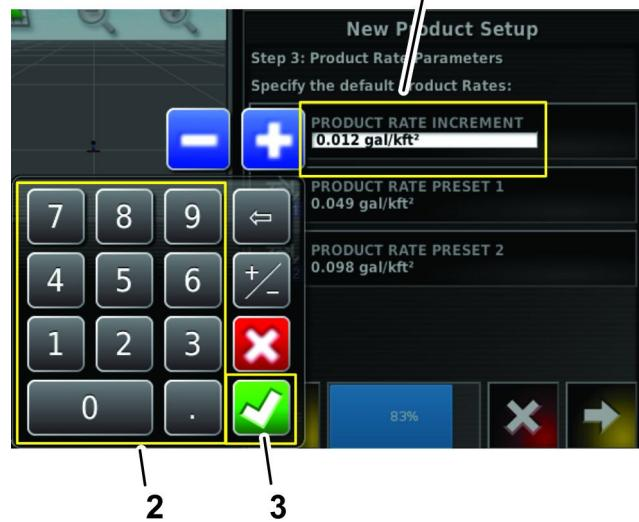

Figura 33
A. Utilize o teclado numérico do visor para introduzir a taxa de incrementação das duas taxas de aplicação predefinidas (Figura 33).
B. Pressione o ícone de Confirmar (Figura 33).
- A. Utilize o teclado numérico do visor para introduzir a taxa de aplicação predefinida (Figura 33).